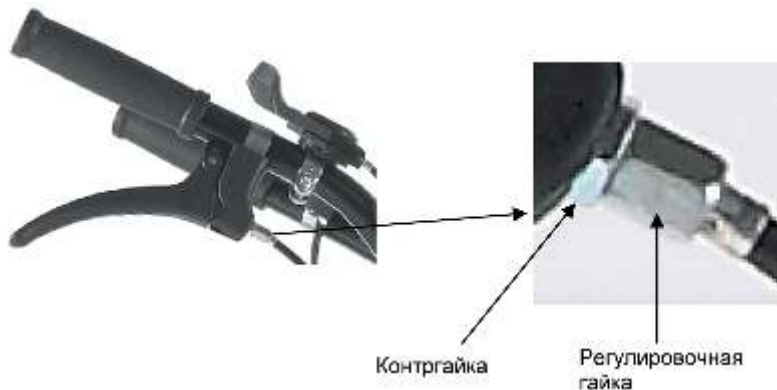

Рис. 6
7. После запуска мотоблока в случае необходимости отрегулируйте натяжение тросика сцепления. Для этого ослабьте контргайку (Рис. 6). Отрегулируйте натяжение тросика сцепления регулировочной гайкой. Для ослабления натяжения тросика закручивайте гайку по часовой стрелке, для натяжения – откручивайте регулировочную гайку против часовой стрелки. После регулировки затяните контргайку.